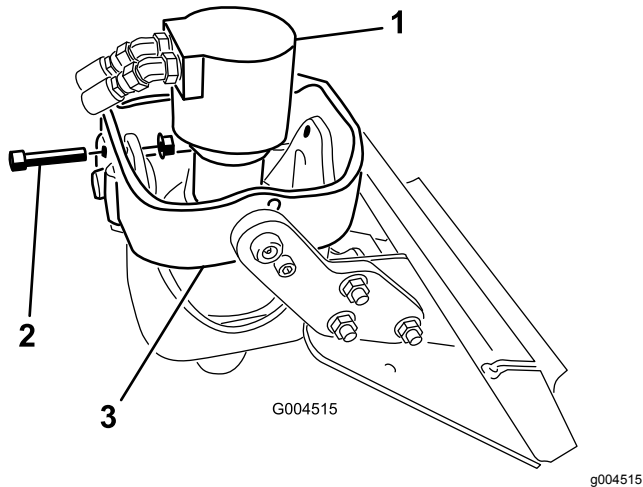

Bild 4
2. Stellen Sie den Motor ab und ziehen den Schlüssel ab, wenn Sie einen Erdbohrer an einem Antriebskopf des Modells 22806 montieren. Positionieren Sie den Antriebskopf vertikal, schieben Sie eine Schraube ($\frac{1}{2}$ " x $2\frac{1}{2}$ ") in die Löcher an den vorderen Wiegearmen und ziehen Sie die Schraube leicht mit einer Bundmutter ($\frac{1}{2}$ ") an, wie in Bild 4 abgebildet.